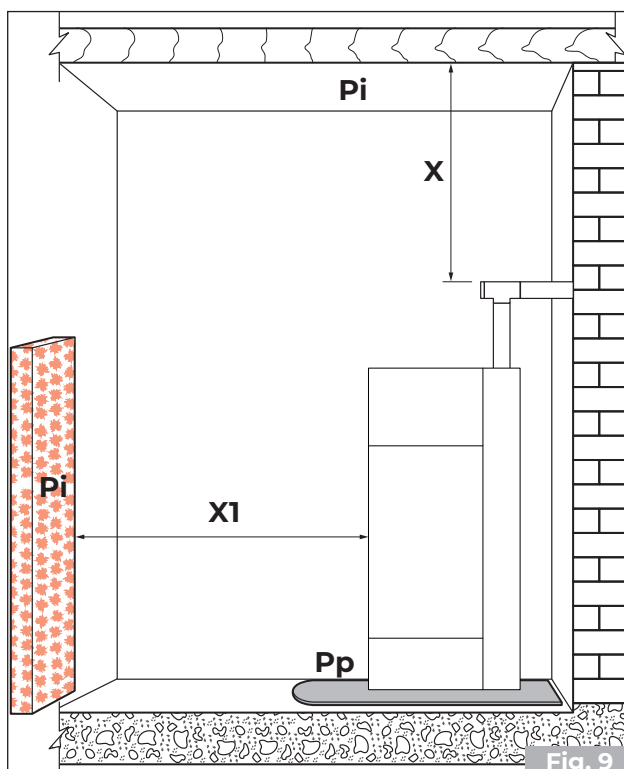
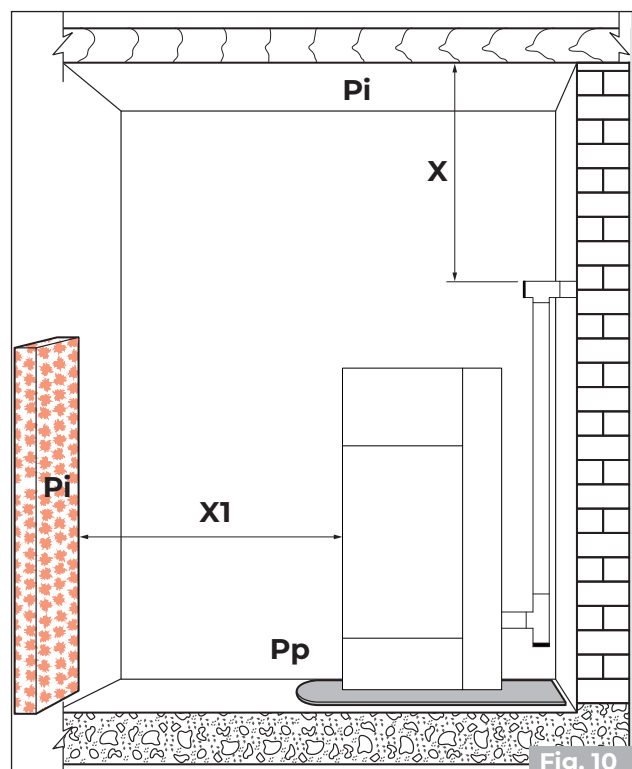

Fig. 9
Fig. 10
Si ricorda di rispettare la distanza minima dai materiali infiammabili (X), riportata sulla targhetta identificativa dei tubi usati per realizzare il camino **"Fig. 9"** e **"Fig. 10"**